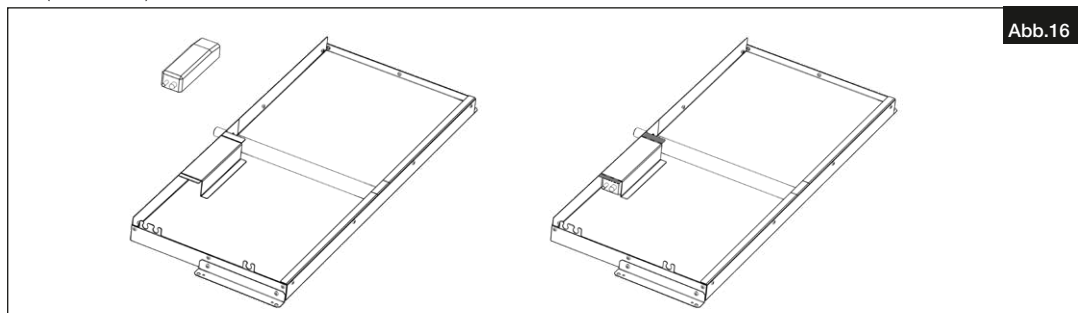

Abb.16
1. Die Kondensatpumpe in die Kondsatwanne legen und in die Halterung schieben und ggf. die Halterung anpassen (s. Abb.16).